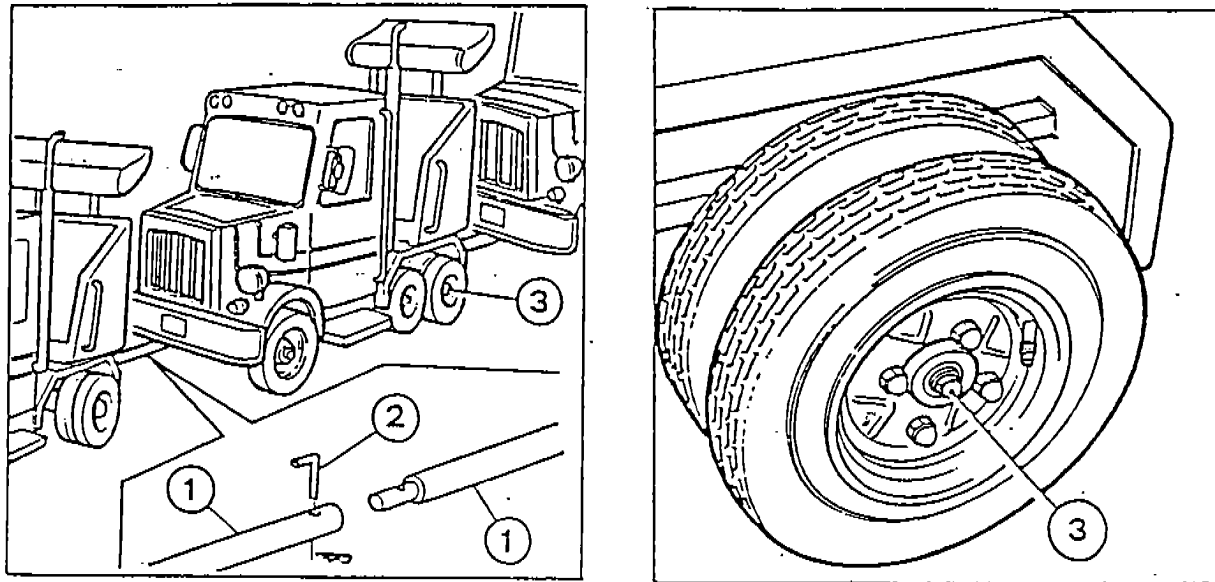

Fig. 13
- d) Connect the trucks by the halfbars (1-Fig. 13) and lock them by the pins (2-Fig. 13).
- e) Lock the cup nut (3-Fig. 13) to avoid clutch disk skidding.
During the ride disassembling is necessary to unlock the cup nut (3-Fig. 13) to be able to move the trucks.
- d) Collegare tra loro i veicoli usando le semibarre (1-Fig. 13) e bloccare con le spine (2-Fig. 13)
- e) Bloccare il dado cieco (3-Fig. 13) in modo da evitare lo slittamento del disco frizione.
In fase di smontaggio della giostra per poter rimuovere a mano i soggetti è necessario allentare il dado cieco (3-Fig. 13).